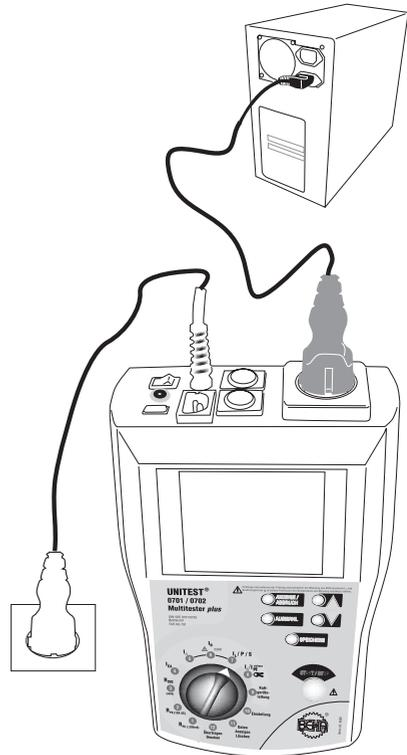

Bild 6.13: Messung des Verbraucherstromes und der aufgenommen Leistung
- ▶ Schließen Sie den 0701/0702-Multitester *plus* mit dem Netzanschlusstecker (1) an eine funktionsfähige und ordnungsgemäß angeschlossene Schutzkontakt-Netzsteckdose an.
- ▶ Schalten Sie das Gerät mittels EIN/AUS-Schalter (16) ein.
- ▶ Stellen Sie den Drehschalter 'Messfunktion' (10) auf die Schalterstellung "IL/P/S".
- ▶ Falls Sie direkt im Anschluss an die Differenzstrommessung eine Berührungsstrommessung durchführen wollen, stecken Sie die Messleitung (Prüfanschluss) in die Buchse "Sonde" (3). Diese Messleitung kann aber noch später bei der Berührungsstrommessung eingesteckt werden.
- ▶ Stecken Sie den Netzstecker des Prüflings in die Prüf-/Netzsteckdose (4), siehe Bild 6.13.
- ▶ Drücken Sie die Taste "START/STOP" (9). Nun erfolgt ein Vorprüfung, mit der die Stromaufnahme des Prüflings vor dem Einschalten der Netzspannung gemessen wird.
-  Ist der Prüfling ausgeschaltet oder kein Prüfling angeschlossen, erscheint 'Ein' in der LC-Anzeige. Schalten Sie nun den Prüfling ein oder drücken Sie zur Bestätigung nun nochmals die Taste "START/STOP", damit die Netzspannung auf die Prüf-/Netzsteckdose (4) geschaltet wird.
-  Nimmt der Prüfling mehr als ca. 18 A auf, so erscheint in der LC-Anzeige "LAST" (blinkend). Zur Bestätigung muss nun nochmals die Taste "START/STOP" gedrückt werden, damit die Netzspannung auf die Prüf-/Netzsteckdose (4) geschaltet wird.